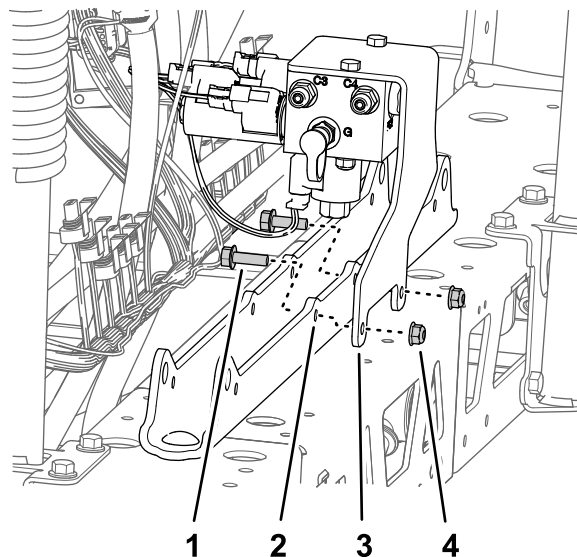

图96
- A. 将喷洒臂段提升歧管支撑托架中的孔与油缸安装座中的孔对齐图96。
- B. 使用在 从中间喷洒段上卸下喷洒段提升歧管。(页码 20) 的步骤 1 中卸下的 2 个凸缘头螺栓 5/16 x 1 英寸和 2 个凸缘锁紧螺母 5/16 x 1 英寸将支撑托架安装到油缸安装座上图96。